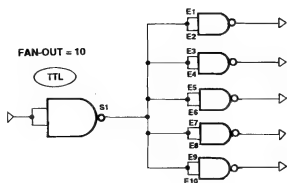

FIG. 2
- FIG. 2 - O **FAN OUT** DOS GATES TTL - O diagrama exemplifica, de modo bastante genérico, esse "negócio" de **fan out**, ou seja: a capacidade direta de excitação de várias Entradas, por uma única Saída (configurando, a propósito, o **limite máximo**, para os TTL, que é justamente de 10 Entradas para 1 Saída).